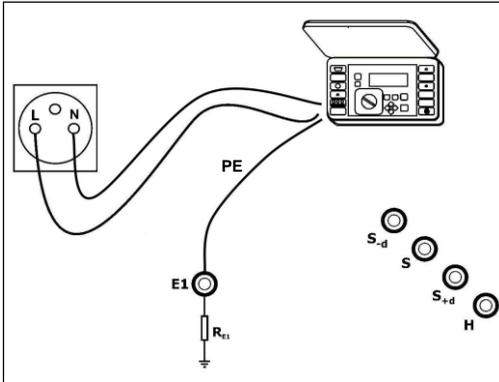

Abb. 13. Anschließen des Messgeräts
- schließen Sie das Kurzschlusschleifenimpedanzmessgerät gemäß Abb. 13 an,